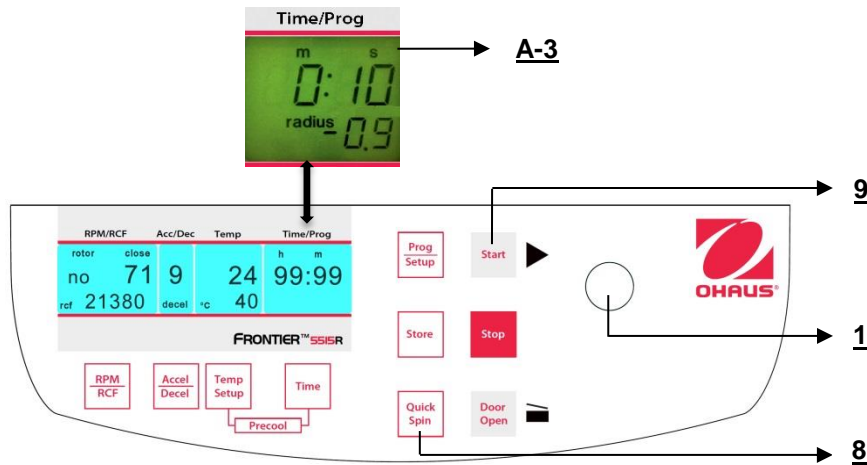

Abbildung. 26
Sie können die Zentrifuge entweder mit der Taste **"Start"** (9) (siehe Abbildung 26) oder der Taste **"Quick Spin"** (8) starten.